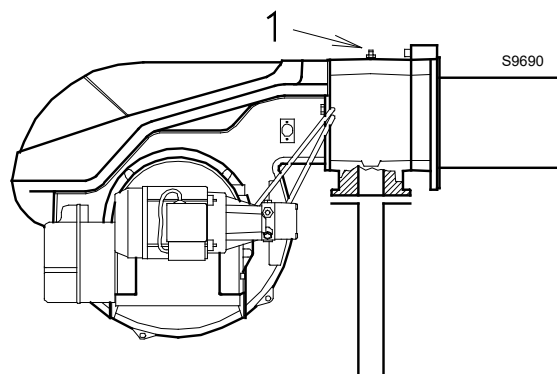

Fig. 22
Pressão do gás medida no conector fêmea 1)(Fig. 22), com:
Pressão do gás no conector fêmea 1)(Fig. 22) = 8,5 mbar
Em vez disso, para saber a pressão do gás necessária para o conector fêmea 1) (Fig. 22), defina a potência de modulação máxima na qual o queimador deve ser operado:
- Ler à direita, coluna 1, a pressão no conector fêmea 1)(Fig. 22).
pressão necessária no conector fêmea 1)(Fig. 22).